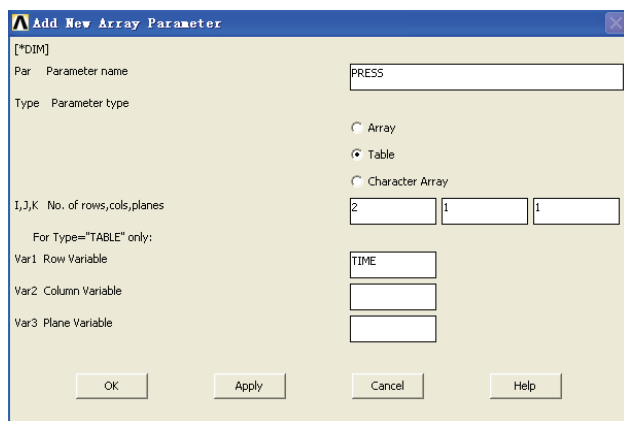

图 4-90 添加数组参数对话框
8) 选择 Utility Menu | Parameters | Array Parameters | Define/Edit 命令, 出现 Array Parameters 对话框, 单击 Add 按钮, 出现 Add New Array Parameter 对话框, 在 Par Parameter name 输入栏中输入 PRESS, 在 Type Parameter type 选项栏中选择 Table, 在 Var1 Row Variable 输入栏中输入 TIME, 其余选项采用默认设置, 如图 4-90 所示, 单击 OK 按钮关闭该对话框, 单击 Close 按钮关闭 Add New Array Parameter 对话框。